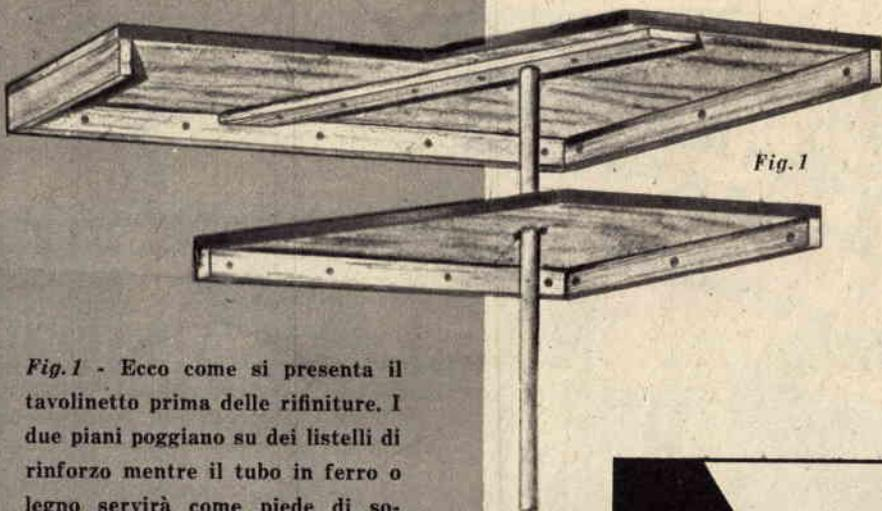

Fig. 1
*Fig. 1* - Ecco come si presenta il tavolinetto prima delle rifiniture. I due piani poggiano su dei listelli di rinforzo mentre il tubo in ferro o legno servirà come piede di sostegno.